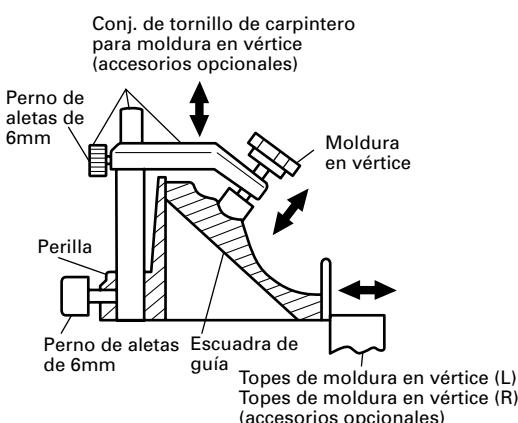

Fig. 34-b
(1) Las topes de moldura en vértice (L) y (R) (accesoriosopcionales) permiten facilitar los cortes de la moldura en vértice, sin inclinar la hoja de sierra. Instálelas en ambos lados de la base, tal como se muestra en la Fig. 34-a. Después de la inserción, apriete el perno de perilla de 6mm para asegurar los topes de moldura en vértice.